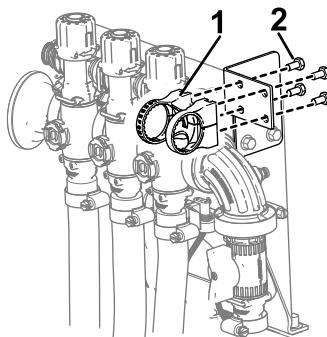

図 19
5. 図 19 のように、バルブ取り付けブラケットにバルブマウントを取り付けるボルトM64本を使用する。